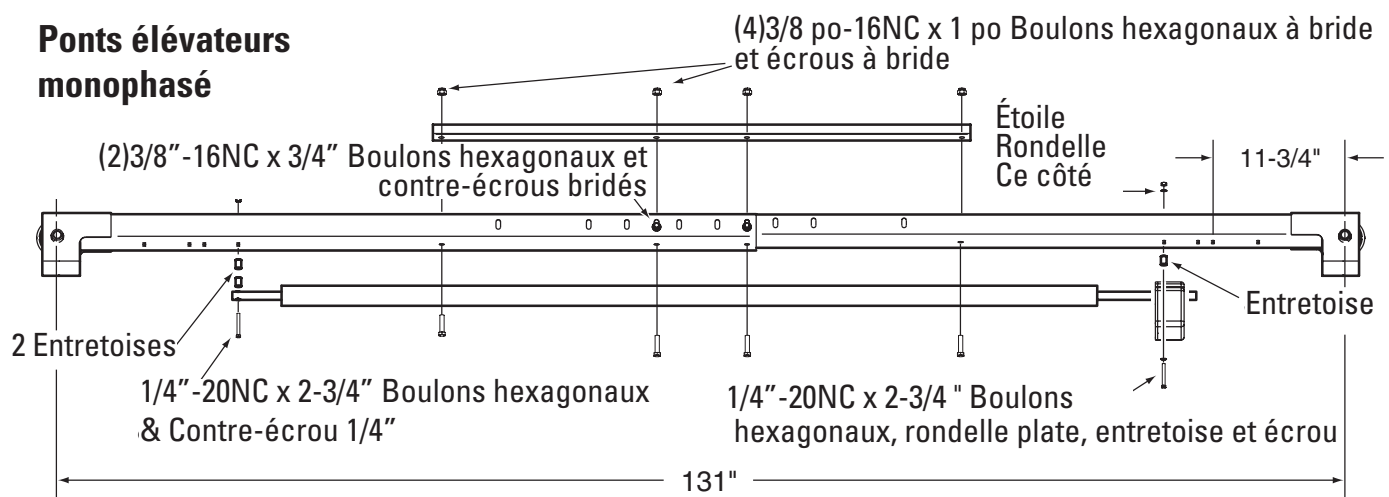
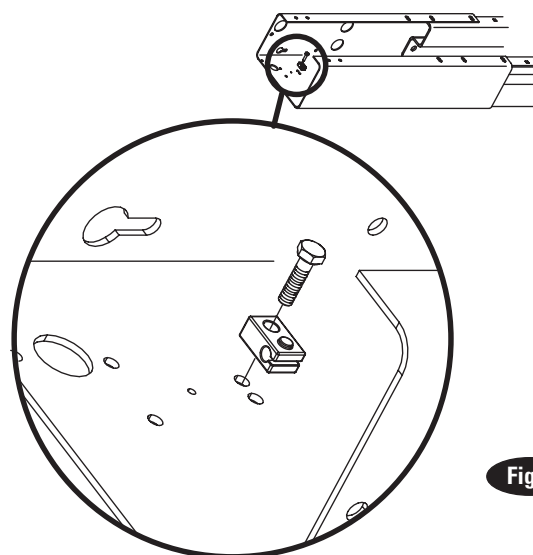

Fig. 6
Fig. 3
2 Serre-câble à verrou : Installez les supports de guidage de chemin de câble à verrou sur les extensions de colonne avec (1) 1/4" - 20 NCx1" Boulons hexagonaux et contre-écrous à bride 1/4" - 20 NC, Fig. 3. Les vis à tête cylindrique hexagonale doivent passer par le trou le plus proche du bord, comme indiqué sur la figure 3.
3 Extensions de colonnes : Pendant que la colonne est au sol, installez les extensions de colonne en utilisant (4) 3/8" - 16NC x 1" lg. Boulon de carrosserie et contre-écrou à bride, Fig. 3 et Fig. 1b. Utilisez (2) 3/8" - 16NC x 2-1/2" lg. Boulon de carrosserie et contre-écrou à bride pour fixer le tirant et l'extension de la colonne ensemble aux trous les plus élevés de la colonne, Fig. 3. Le tirant est positionné à l'extérieur de l'extension de la colonne. Réglez l'aplomb des extensions de colonne.
IMPORTANT : Toutes les rondelles en étoile doivent être montées sur la colonne latérale droite pour assurer la mise à la terre de l'interrupteur de fin de course en hauteur. Les rondelles en étoile ne sont pas nécessaires lors du montage sur la colonne latérale gauche. Remarquez le montage de l'extension de la colonne, Fig. 3 et le montage de l'interrupteur de fin de course en hauteur également à la Fig. 3 et Fig. 6.